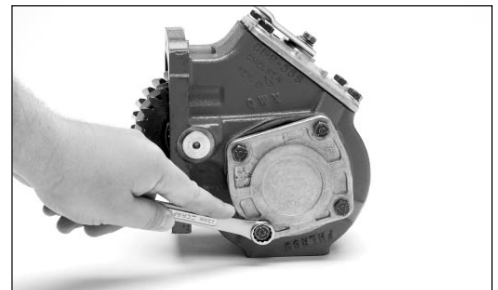

Fig. 9
12. Instale la bomba con “la protuberancia hacia arriba”* (lado del puerto de succión más cercano a la transmisión) (Fig. 9). Apriete los pernos de la bomba a 45-50 N.m [32-37 libras-pie].